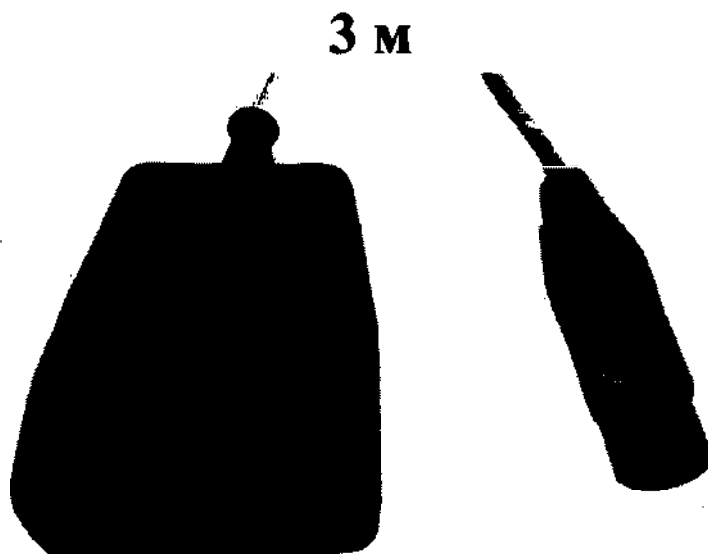

Рисунок 14 – Педаль управления.
3.7.1 Педаль управления (рис.14) – предназначена для пуска/остановки процесса нагрева.